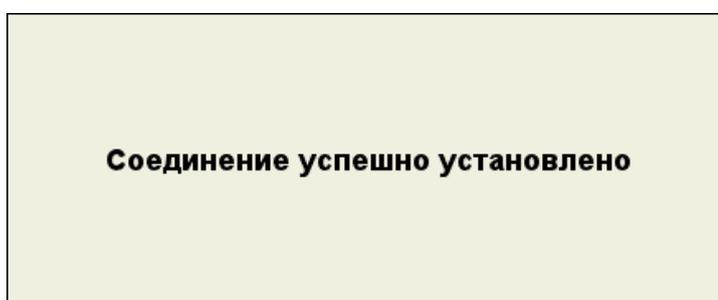

Рисунок 39
– для подтверждения пароля следует нажать . Откроется окно, подтверждающее сопряжение устройств (рисунок 39).